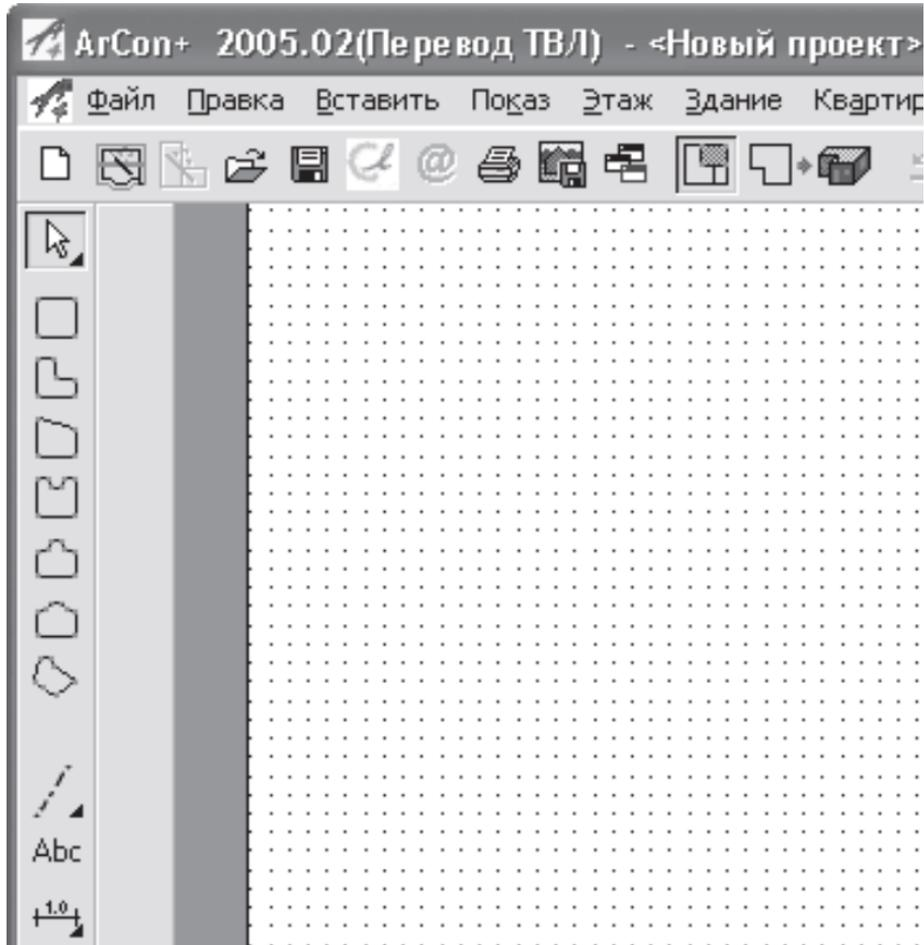

Рис. 1.7. Вертикальная панель инструментов при нажатой кнопке Объемная планировка застройки
– активирует набор специальных команд для быстрого создания каркаса из внешних стен на плане, используя при этом определенный шаблон. Данная кнопка является кнопкой-переключателем. Если ее нажать, вертикальная панель инструментов примет вид, показанный на рис. 1.7.